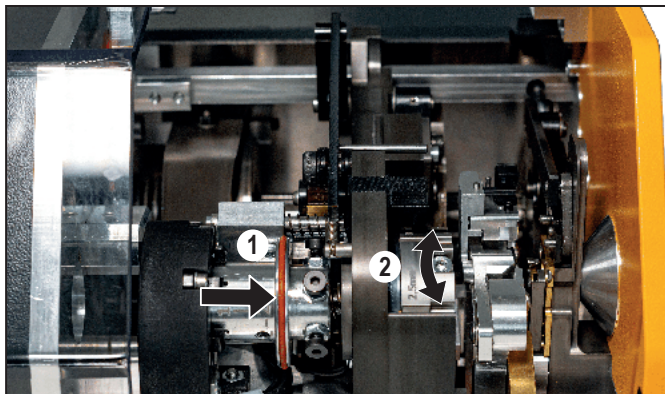

Figura 6.4 Impostare la sezione
- ▶ Schiacciare e tenere il tamburo di regolazione a destra, vedi Figura 6.4, 1.
- ▶ Ruotare il tamburo di regolazione finché il tamburo di crimpatura non si innesti nella matrice desiderata, vedi Figura 6.4, 2.